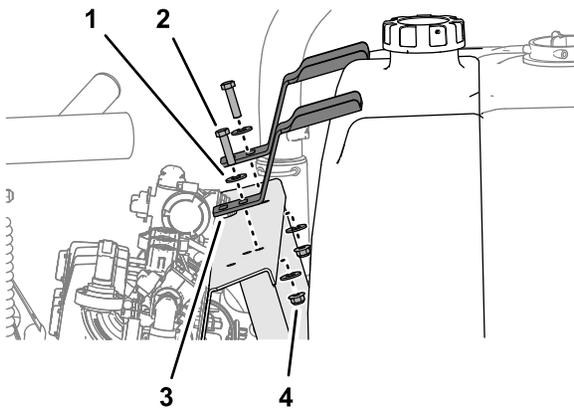

Figura 4
5. Retire os dois parafusos, quatro anilhas e duas porcas flangeadas que prendem os dois suportes de fixação do depósito de lavagem à base da válvula e retire os suportes de fixação (Figura 4).